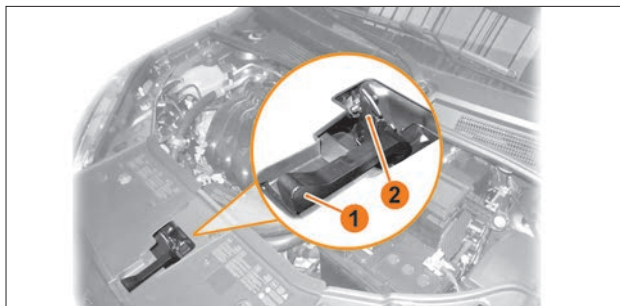

Рис. 8.2. Открытие капота
- Для разблокировки замка (рис. 8.2) слегка приподнимите капот, сдвиньте ручку **2** справа-налево вдоль кромки решетки радиатора и освободите крюк **1**.